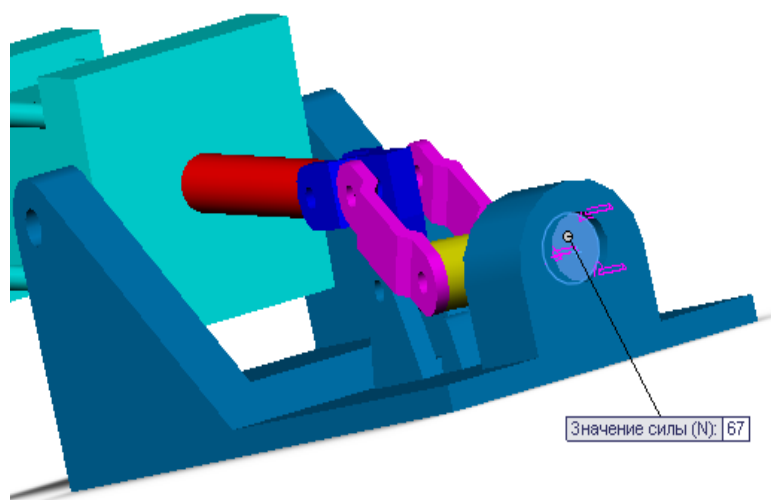

Рисунок 5.3 – Сила, действующая на исполнительный механизм
5. Прикладываем силу, как показано на рис. 5.3. Сила равная 67 Н приложена к концу плунжера